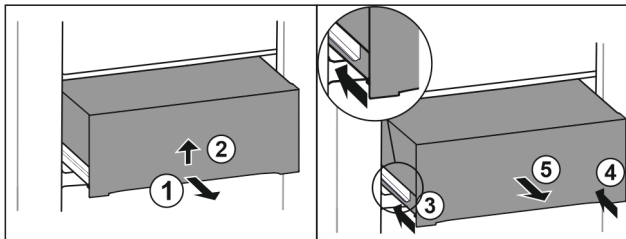

Fig. 31
- ▶ Витягніть ящик на половину. Fig. 31 (1)
- ▶ Підняти висувний ящик за нижній бік. Fig. 31 (2)
- ▶ Вставити ліву рейку. Fig. 31 (3)
- ▶ Вставити праву рейку. Fig. 31 (4)
- ▶ Вийняти висувний ящик рухом вперед. Fig. 31 (5)